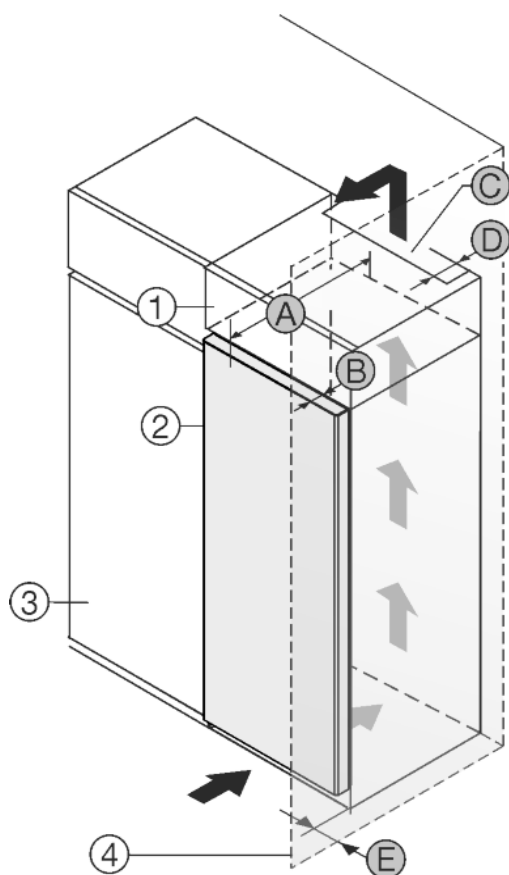

Fig. 1
Non collocare l'apparecchiatura accanto al mobile da cucina Fig. 1 (3).*
Sul lato posteriore dell'armadietto sovrapponibile deve essere presente un vano di scarico dell'aria con la profondità Fig. 1 (D) che attraversa l'intera larghezza dell'armadietto sovrapponibile.
Sotto al soffitto deve essere presente la sezione di ventilazione Fig. 1 (C).
Se l'apparecchiatura con cerniere viene installata accanto ad una parete Fig. 1 (4), la distanza minima fra l'apparecchiatura e la parete deve essere almeno di 40 mm, che corrisponde alla sporgenza della maniglia a porta aperta.